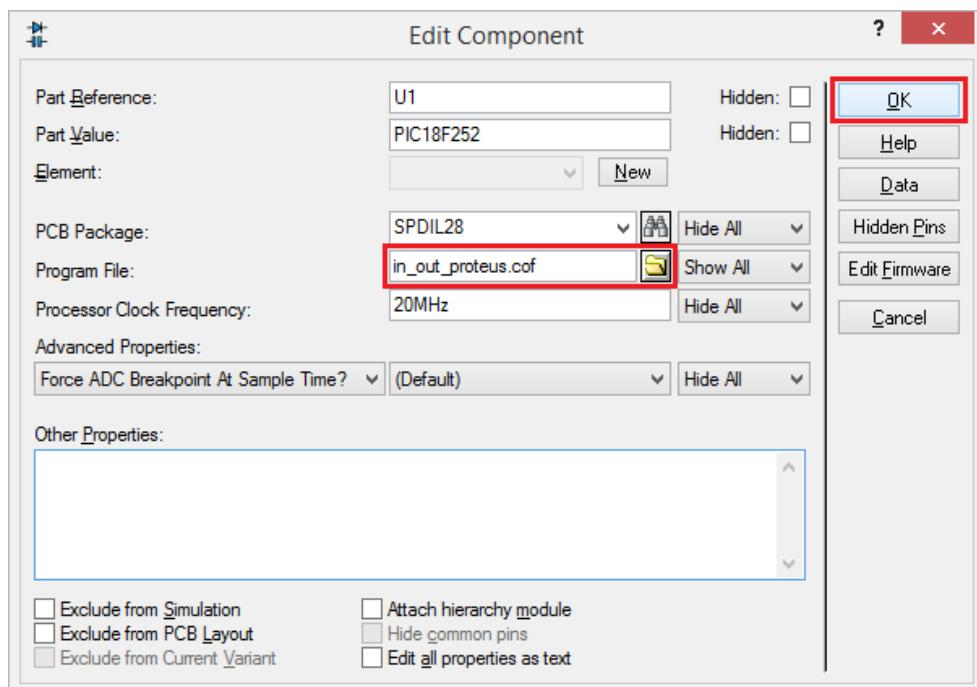

Рисунок 2.42 – Завантаження бінарного файлу з розширенням \*.HEX або \*.COF у середовищі моделювання «Proteus»
10. У вікні **Edit Component** > **Program File** натиснути кнопку **OK** (рис. 2.42).